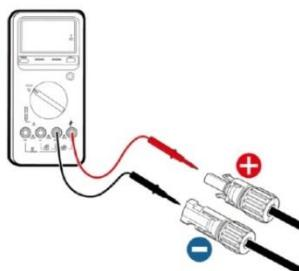

图 5.3 测量直流输入电压
(2) 直流连接器接好后，需用万用表测量直流输入组串的电压，验证直流输入线缆的极性，同时确保每路组串电压在逆变器允许范围内，如图 5.3 所示。